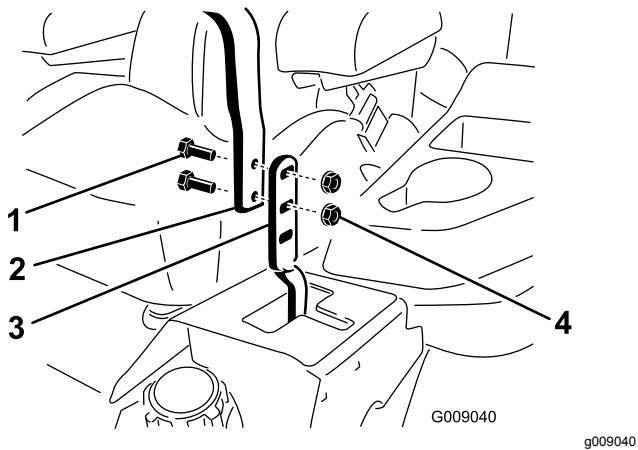

Bild 76
3. Lösen Sie die Schrauben und die Bundmuttern, die in den Hebeln installiert sind (Bild 76).
4. Fluchten Sie die Hebel in Längsrichtung aus. Bringen Sie die Hebel zuerst in der NEUTRAL-Stellung zusammen und schieben Sie die Hebel dann so lange, bis sie ausgefluchtet sind. Ziehen Sie dann die Schrauben an (Bild 76).